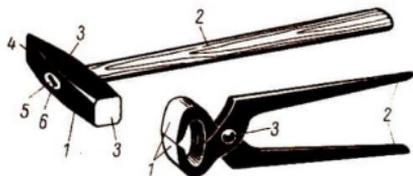

Bild 38 Hammer und Kneifzange
Werkzeuge zum Nageln und Schrauben. Der **Hammer** (Bild 38) besteht aus dem **Kopf** (1) und dem **Stiel** (2). Am Hammerkopf unterscheiden wir die **Bahn** (3), die **Finne** (4) und das **Auge** (5). Kopf und Stiel sind durch einen **Keil** (6) gesichert. An der **Kneifzange** (Bild 38) unterscheidet man die **Backen** (1), die **Schenkel** (2) und das **Gewerbe** (3).